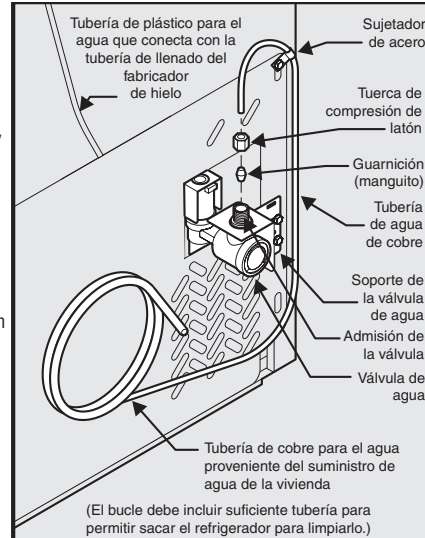

Figura 1
4. Si utiliza tuberías de cobre, deslice la tuerca de compresión de latón y la guarnición (manguito) en la tubería de suministro de agua. Inserte la tubería de agua en la admisión de la válvula de agua tan adentro como sea posible (1/4" / 6,4 mm). Inserte la guarnición (manguito) en la admisión de la válvula y apriete a mano la tuerca de compresión en la válvula. Apriete media vuelta adicional con una llave. NO apriete demasiado. **Vea la figura 1.**